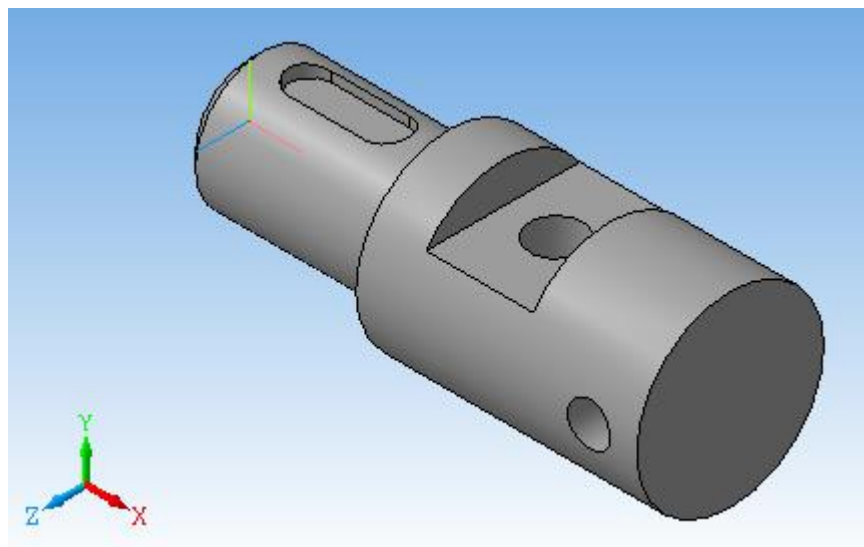

Рис. 7.15
16. Зберегти креслення в форматах *.m3d (рис. 7.15) та *.bmr або *.jpg. Таке збереження необхідно для подальшого виконання креслення.